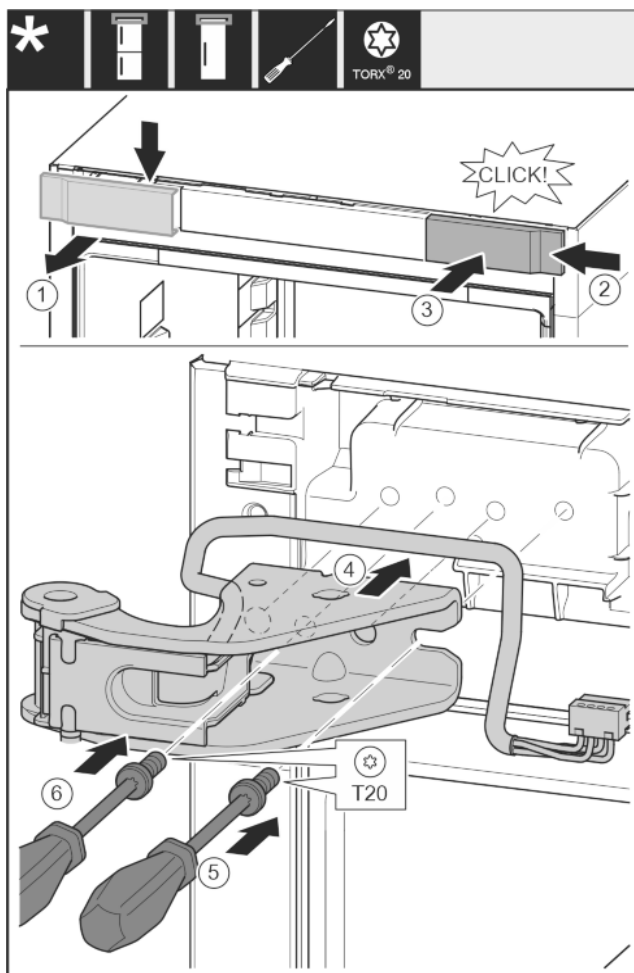

Fig. 25
- ▶ Wyjąć osłonę od góry do przodu. Fig. 25 (1)
- ▶ Osłonę obrócić o 180° założyć z drugiej strony od prawej. Fig. 25 (2)
- ▶ Zazębić osłonę. Fig. 25 (3)
- ▶ Założyć górną płytkę zawiasu. Fig. 25 (4)
- ▶ Śrubę założyć przy pomocy śrubokręta T20 i mocno dokręcić. Fig. 25 (5)
- ▶ Śrubę założyć przy pomocy śrubokręta T20 i mocno dokręcić. Fig. 25 (6)